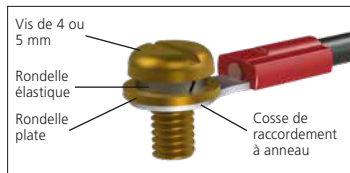

Fig. 7.5.1
**△ Afin de garantir des raccordements électriques sécurisés, il est important que les rondelles soient utilisées comme indiqué à la Figure 7.5.1. Dans le cas contraire, les raccordements pourraient se desserrer et les vis se détacher des cosses de raccordement à anneau. Des rondelles élastiques doivent être utilisées. Le couple de serrage des vis ne doit pas dépasser 1,5 Nm (1,1 lbf.ft).**